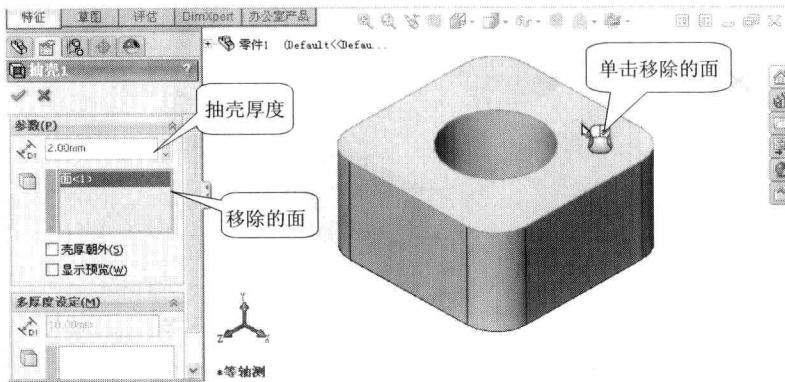
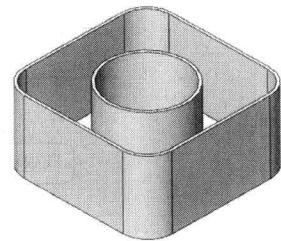

图 1-18 设置抽壳属性
图 1-19 抽壳结果
- (1) 单击“特征”工具栏上的“抽壳”按钮□，控制区出现抽壳属性栏。将抽壳厚度设为“2”，单击模型的上表面，此时，若不移动光标，光标右侧出现鼠标图标（如图 1-18 所示），按鼠标右键（或单击“确定”按钮✓），完成抽壳操作，结果如图 1-19 所示。
- (2) 单击“视图”工具栏上（或右键菜单中）的“旋转视图”按钮○（或按下鼠标中间滚轮），在视图区拖动鼠标，观看显示结果。